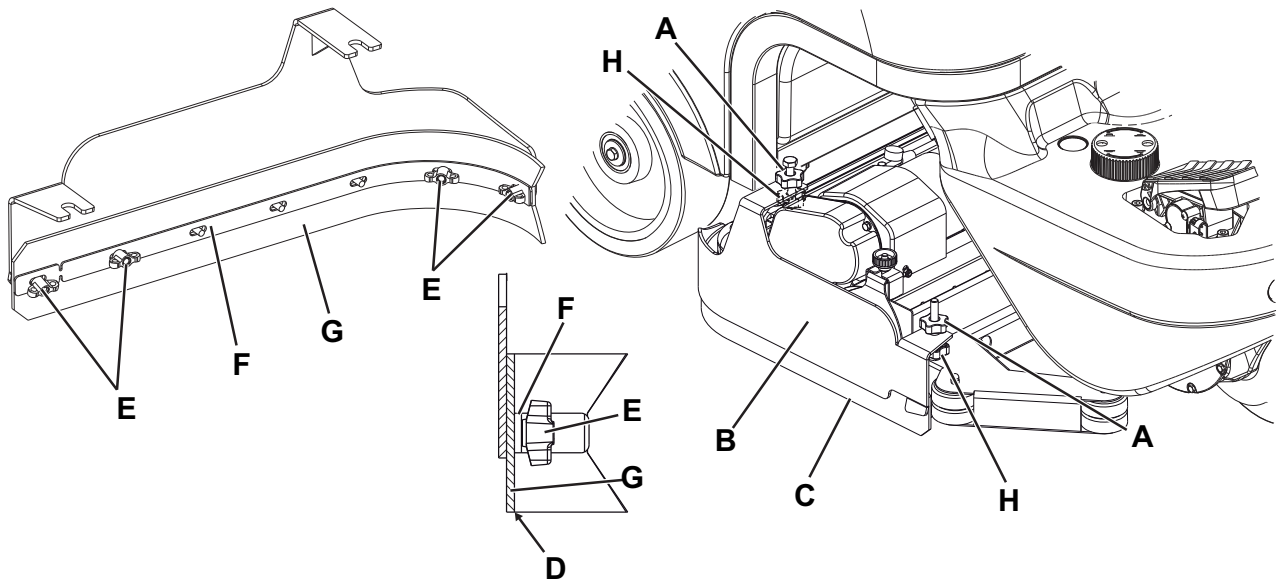

Abbildung 9
2. Zündschlüssel (58) in Stellung 0 drehen.
3. Auf beiden Geräteseiten Knöpfe (A, Abb. 9) lösen und die seitlichen Schmutzfangklappenaggregate (B) entfernen.
5. Überprüfen, ob die Unterkante (C) der Schmutzfangklappen:
- an der Innenkante (D) keinen Verschleiß aufweist.